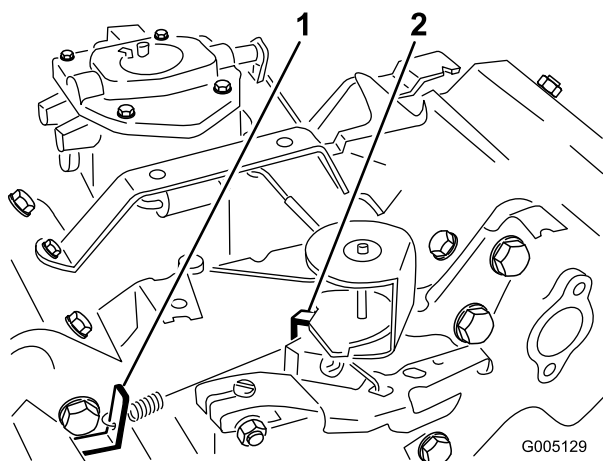

Figure 51
3. Courbez la languette d'ancrage du ressort de ralenti réglé (Figure 51) pour obtenir un régime de ralenti de $1\ 650 \pm 100$ tr/min. Vérifiez le régime avec un compte-tours.
5. Réglez la commande d'accélérateur en position haut régime. Pliez la languette d'ancrage du ressort de haut régime (Figure 51) pour obtenir un haut régime de $2\ 850 \pm 50$ tr/min.